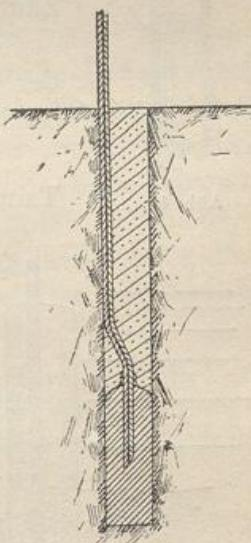

Abb. 88.
5. Sprengen des Pulvers im Trockenen. Das Bohrloch wird, falls es feucht ist, mit dem umgekehrten Krätzer ausgetrocknet, an dessen Öse zu dem Zweck Werg oder Heu gewickelt wird. Das Pulver wird in einer Papierhülse (Patrone) mit eingesetzter Zündschnur hinabgeführt (Abb. 88). Die Patrone ist vorher so zu füllen, daß die Zündschnur mit ihrem schräg abzuschneidenden Ende bis in die Mitte des Pulvers hinabreicht. Die Patrone wird am oberen Ende mit Bindfaden um die Zündschnur festgebunden. Auf die in das Bohrloch gesteckte Patrone wird alsdann ein sogen. Schlußpropfen aus Papier, Heu oder dergl. geschoben, darauf wird Sand aufgeschüttet und mit einem hölzernen Ladestock leicht aufgedrückt, endlich wird der eigentliche Besatz, nämlich mit Hand geformte Ton- oder Lehmkugeln, eingeschoben und festgestampft, bis das Bohrloch gefüllt ist. Dabei ist sorgfältig darauf zu achten, daß die an die Lochwand gedrückte Zündschnur nicht leidet oder gar geknickt wird (sonst leicht Versager). Sie muß so lang über den Besatz hinausragen, daß sich die Arbeiter nach dem Anzünden sicher entfernen können. Für feuchte Bohrlöcher muß die Patrone mit Talg bestrichen oder aus Guttapercha hergestellt werden. Ist das Bohrloch sehr dicht, so daß ein seitliches Verlaufen des Pulvers nicht zu besorgen ist, so kann dieses auch lose — ohne Patrone — mit einem Trichter in das Bohrloch geschüttet werden (Sprengen von Steinen). Bei der elektrischen Zündung geschieht die Ladung und Besetzung des Bohrloches ebenso, nur werden an Stelle der Zündschnur die in Ziff. 3 erwähnten Leitungsdrähte nebst Zünder in die Patrone eingefügt. Die Drähte, an der Bohrlochmündung hochgeführt, müssen ebenso sorgfältig behandelt werden wie die Zündschnur. Wo ein zu weites Fliegen der Sprengstücke zu befürchten ist, sind die Schüsse mittels Faschinen, geflochtener Hürden, Bohlen u. dergl. abzudecken.